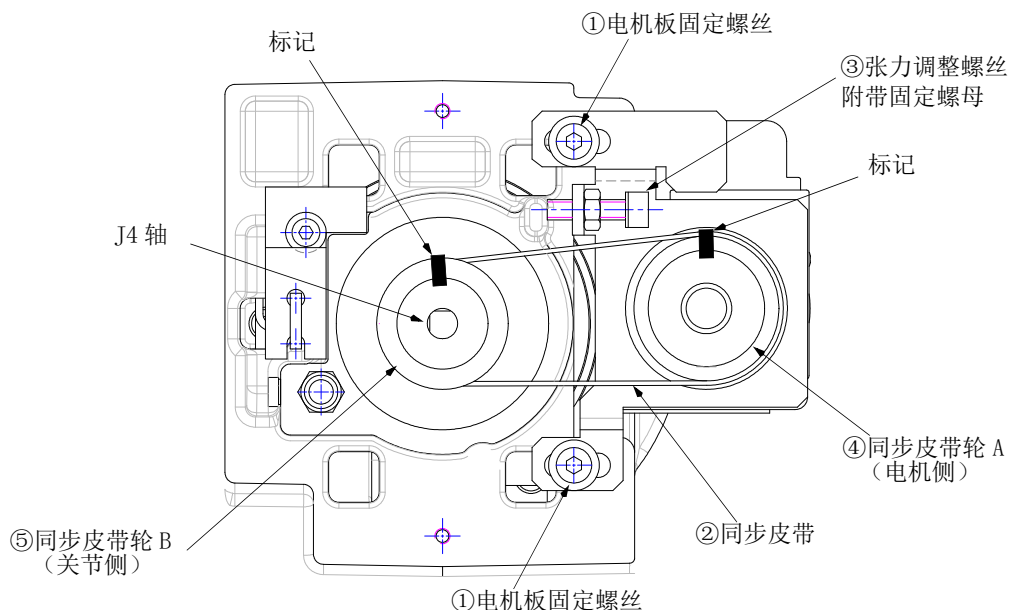

图 5-13：J4 轴同步皮带的点检、更换（RV-2FR 系列）
同步皮带点检 · 更换时的参考图如图 5-13 所示。
- 2) 在皮带更换过程中，应注意不要使皮带轮转动。请注意如果同步皮带轮 A ④及 B ⑤的位置关系出现偏差，可能导致位置偏离。
- 3) 为了防止同步皮带②与同步皮带轮④、⑤的齿的咬合发生偏离，应参照图 5-13 所示，在同步皮带②和同步皮带轮④、⑤上使用马克笔等标上标记。
- 4) 稍微拧松电机板固定螺丝①（2 根）。（请勿过度拧松。）
- 5) 拧松用于固定张力调整螺丝③的螺母，拧松张力调整螺丝③，卸下旧的同步皮带。
- 7) 根据同步皮带轮④、⑤的标记，安装新的同步皮带。
- 8) 旋转张力调整螺丝③，调整同步皮带②的张力。